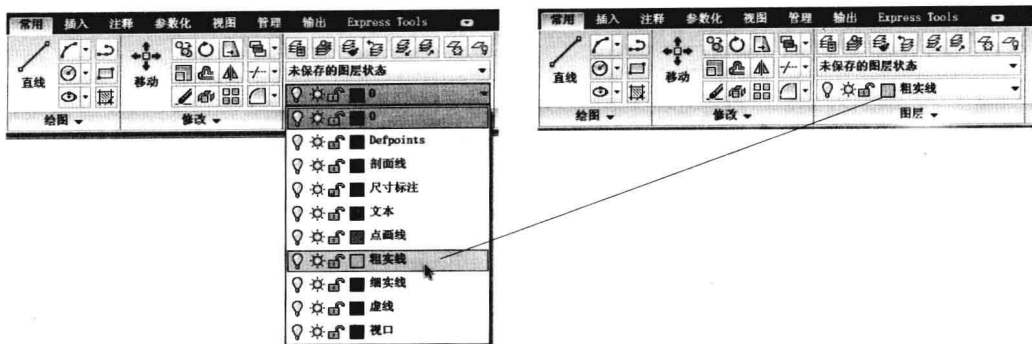

图 6-2-9
(11) 关闭“图层特性管理器”选项板,完成图层的定义。
(12) 当需要在某个图层中绘图时,在“图层”面板中单击图层名称,在弹出的列表中选择某图层名称,该图层就设置为当前图层,该图层名称显示在列表的最顶端,如图 6-2-9 所示。
(13) 选择一个对象,在“图层”面板中会显示这个对象所在的图层名称,如果选择一个新图层,对象即可放置在新图层上。